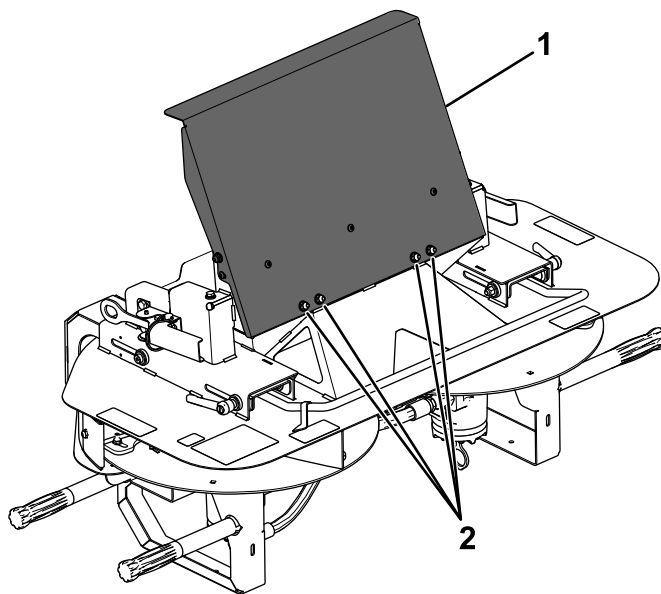

Рисунок 2
3. Установите дверцу бункера с помощью поставляемых в комплекте каретных болтов ($\frac{1}{4} \times \frac{5}{8}$ дюйма) и контргаек (Рисунок 2).